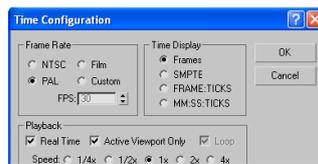

Abbildung 9: In der Time Configuration für die Frame Rate PAL einstellen.
2. In der Time Configuration für die Frame Rate PAL einstellen (vgl. Abbildung 9). Dahin gelangt man schnell, indem mit der rechten Maustaste auf ein Element der Animationssteuer-Element ein Kontextmenü ausgeklappt wird.